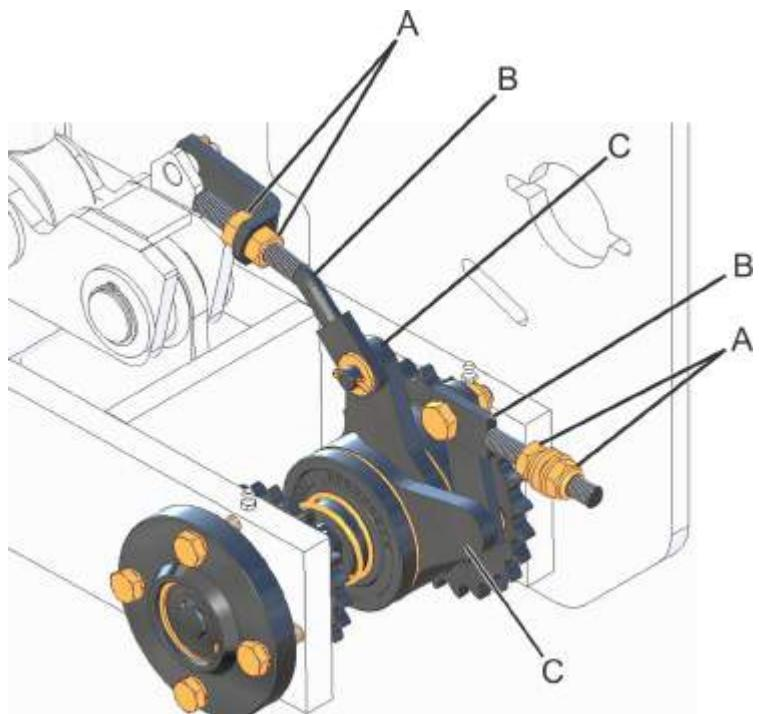

fig. 30
Ajuste a haste reguladora (B) (fig. 30), de tal forma que permita um maior ou menor tempo de abertura e acionamento dos acionadores da catraca (C), através das porcas (A).